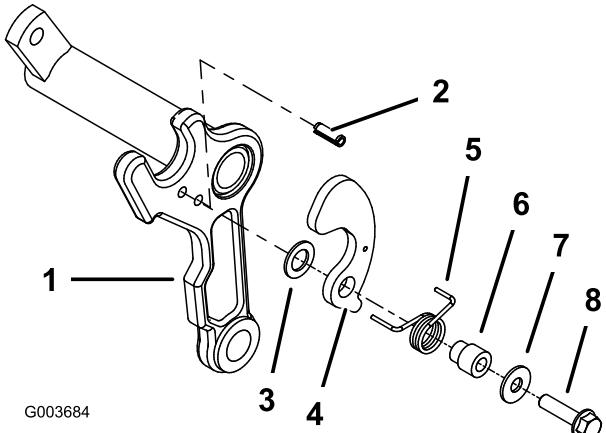

図 6
6. 各カッティングユニットのキャリアフレームの該当する側の、下穴にロールピンを取り付ける（図 6）。
7. キャリアフレームの、ロールピンが取り付けられている側に、プラスチックワッシャ、バスケットブラケット、トーションスプリング、バスケットカラー、平ワッシャ（0.344 x 0.875）およびボルト（5/16 x 1-1/4 インチ）を取り付ける（図 6）。スプリングの長い方の脚を、キャリアフレームの前側にして、短い方（後ろ側）の足をバスケットブラケットの穴に差し込む。